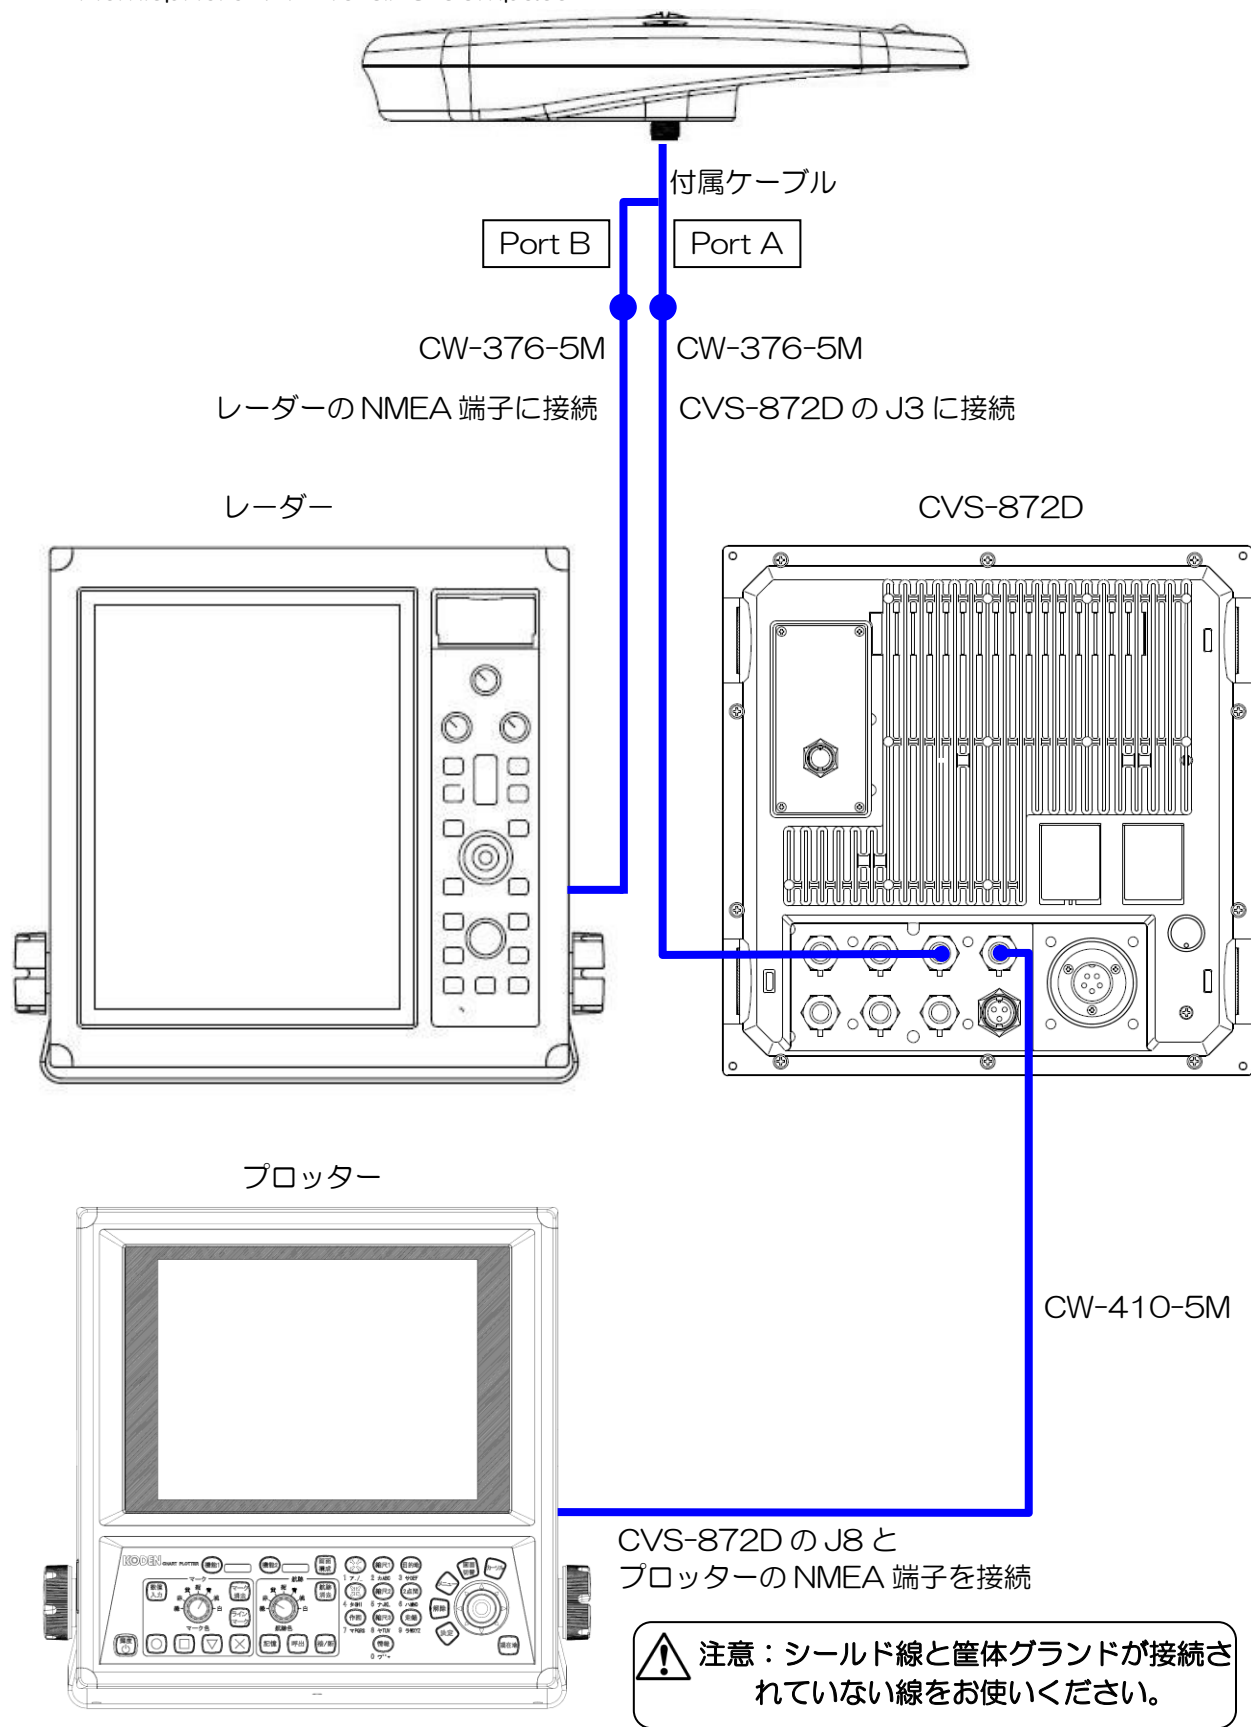
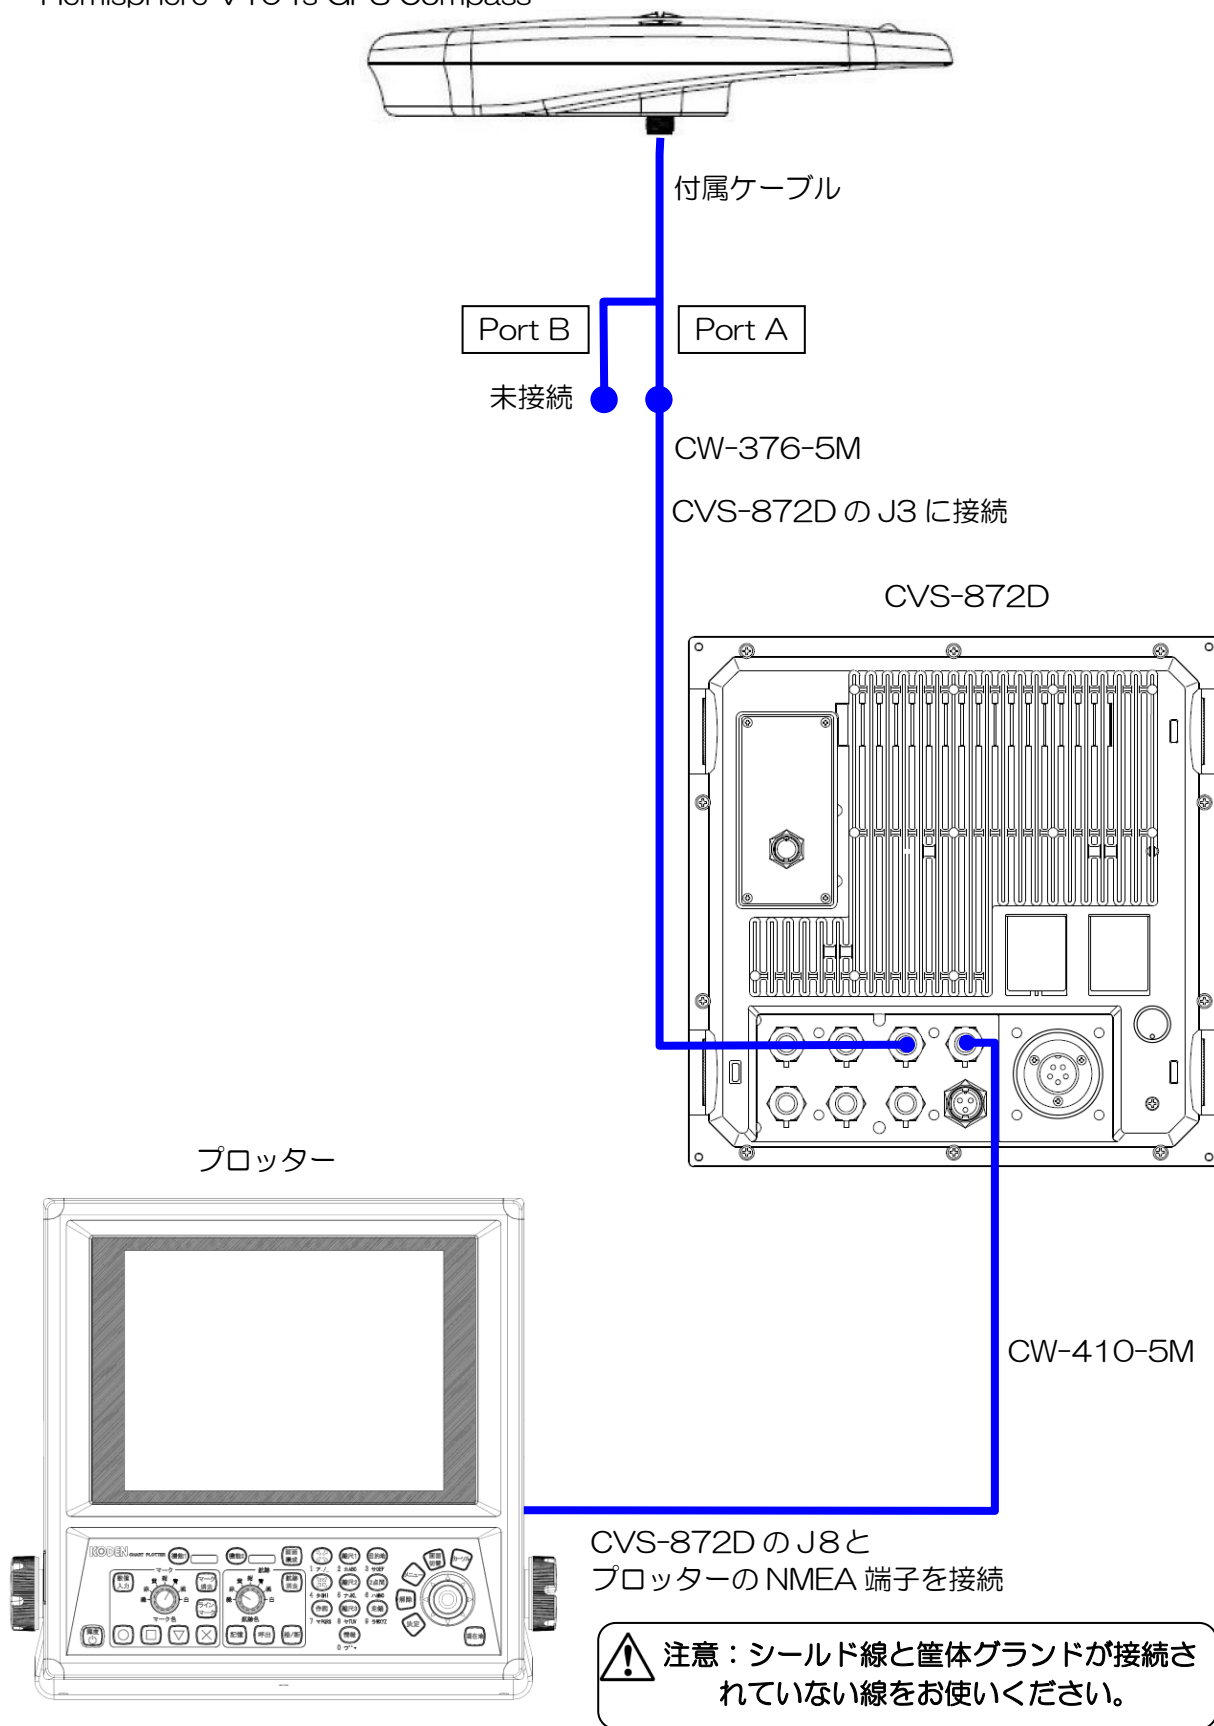

図 1.56 総合接続図 4
図 1.58 総合接続図 6
- レーダーにも接続し GPS コンパスとして接続する場合は、Port B と半田付けが終了した CW-376-5M をレーダーの NMEA 端子へ接続してください。（図 1.56 総合接続図 4 参照）
それ以外の場合は PortB との接続の必要はありません。（図 1.58 総合接続図 6 参照）
- 図 1.56 総合接続図 4～図 1.58 総合接続図 6 を参照して、CVS-872D の J8 端子と NMEA で通信する他の機器を接続してください。